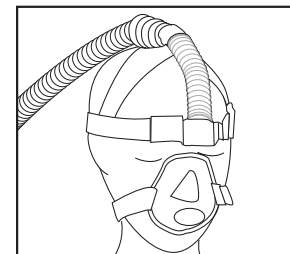

Figure 7
- Positionner et ajuster le masque sur le visage. Ajuster les courroies du harnais pour que le masque soit bien ajusté et confortable, (**Figure 7**).